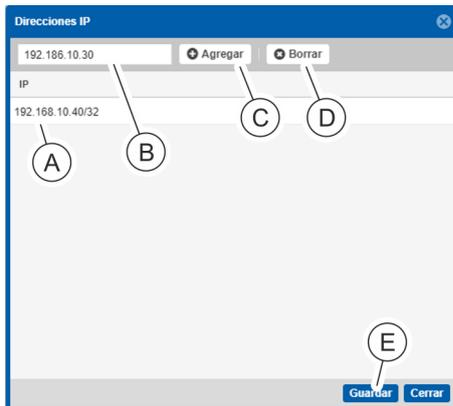

Fig. 140: Ventana "Direcciones IP"
⇒ Se abre la ventana "Direcciones IP" (Fig. 140).
7. ➔ Introduzca en el recuadro de texto una dirección IP o un nombre de host (Fig. 140/Ⓐ) y agréguelo a la lista (Fig. 140/Ⓐ) con el botón "Agregar" (Fig. 140/Ⓒ).
8. ➔ En caso necesario, marque una dirección IP o un nombre de host de la lista (Fig. 140/Ⓐ) y elimínelo con "Borrar" (Fig. 140/Ⓓ).
9. ➔ Una vez introducida, cierre la ventana "Direcciones IP" con el botón "Guardar" (Fig. 140/Ⓔ).